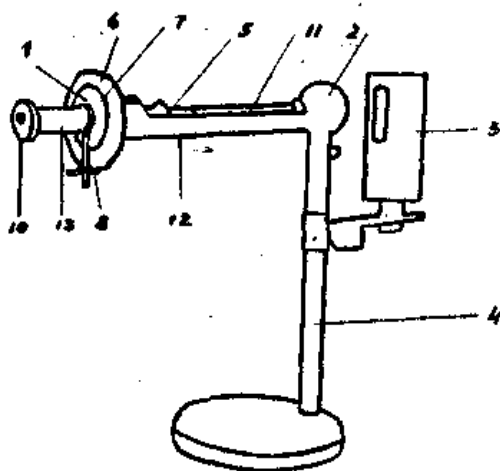

Рисунок 2 – Поляриметр
Измерив угол вращения плоскости поляризации γ , из уравнения (3) можно определить концентрацию глюкозы в растворе с помощью поляриметра (рис. 2).